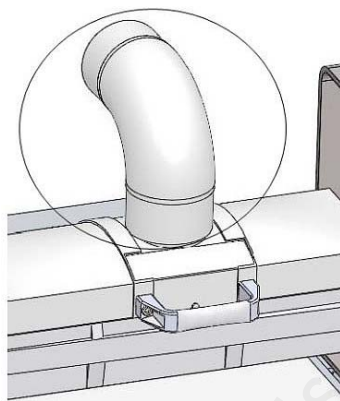

Fig. 16 : Montage du tuyau
15. Placez le raccord d'aspiration sur l'ouverture du couvercle du tambour de ponçage et fixez un tuyau d'aspiration au raccord avec un collier de serrage. (Figure 16)